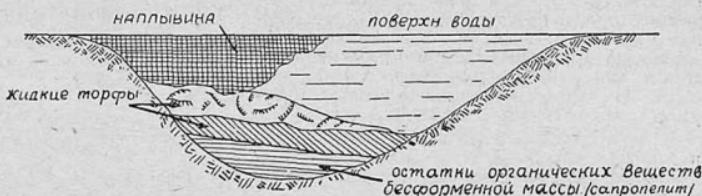

Рис. 1. Нарастание сплавины на озере
1. Болота озерного происхождения (сплавинные), образовавшиеся путем нарастания торфяного ковра (сплавины) — рис. 1. Плавающий торфиной ковер имеет небольшую толщину; под ним находятся жидкие торфы и, бесформенная масса остатков органических веществ. Это наилучший вид болот, так как они не выдерживают даже самых незначительных нагрузок. Такие болота при изыскании лучше обходить.